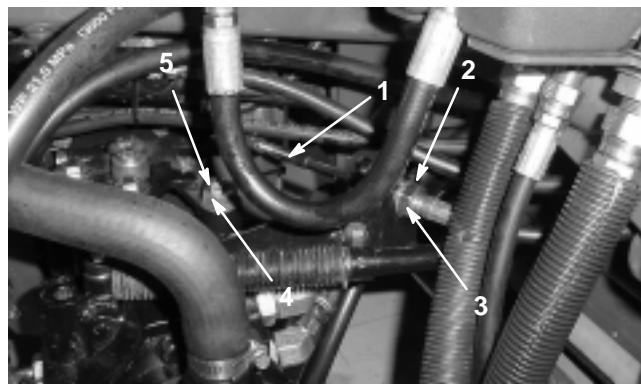

Figure 50
- A. Desserrez les écrous de blocage qui fixent le câble de commande de transmission à la cloison sur l'hydrostat (Fig. 50). Vérifiez que les écrous de blocage sont desserrés uniformément et suffisamment pour permettre le réglage.
Remarque : Desserrez l'écrou de fixation de l'excentrique en haut de l'hydrostat (Fig. 50).
- C. Tournez l'excentrique jusqu'à ce que la roue ne tourne plus dans aucune direction. Lorsque la route arrête de tourner, serrez l'écrou pour bloquer l'excentrique et le réglage (Fig. 50). Vérifiez le réglage avec la commande d'accélérateur en position de Ralenti, puis de Régime maximum.
- D. De part et d'autre de la cloison, serrez les contre-écrous **uniformément** pour fixer le câble de transmission à la cloison (Fig. 50). Ne tordez pas le câble.